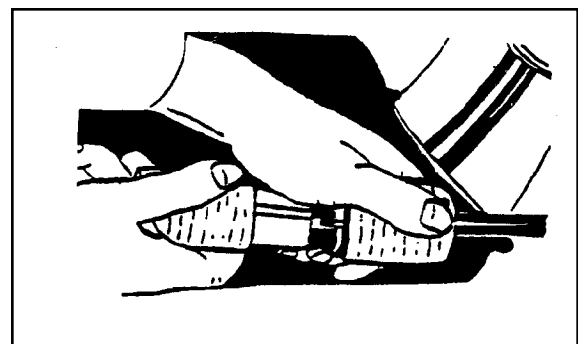

Figura 5
2. Verificare che il tasto di accensione sia posizionato su "OFF", ovvero rivolto in direzione dell'operatore. Fare riferimento ai contrassegni sull'interruttore. Collegare il cavo di alimentazione al cavo elettrico del motore (Figura 5).